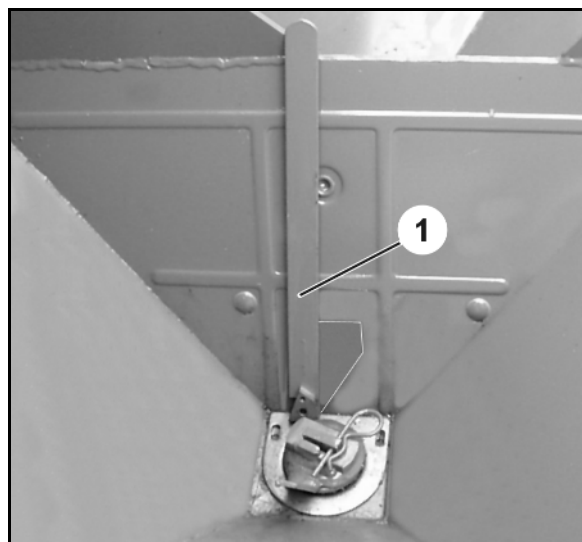

Fig. 104
4. Tras soltar la tuerca de mariposa (Fig. 104/1), la palanca reguladora (Fig. 104/2) debe quedar en el tope (Fig. 104/3).
- En esta posición, los indicadores (Fig. 104/4) de la posición de corredera deben mostrar el valor "11" de la escala.
De no ser este el caso, cambiar la posición del tope (Fig. 104/3) girando la barra de unión (Fig. 104/5) convenientemente:
6. Soltar las contratuercas (Fig. 104/6) de la barra de unión (Fig. 104/5).
7. Girar la barra de unión hasta que el tope (Fig. 104/3) esté en contacto con la palanca reguladora (Fig. 104/2).